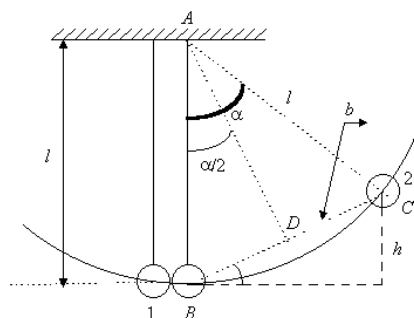

Рис. 1. Соударение шаров
5. С помощью масштабной линейки определите длину нити l и измерьте расстояние b (рис. 1). Данные занести в табл. 1.